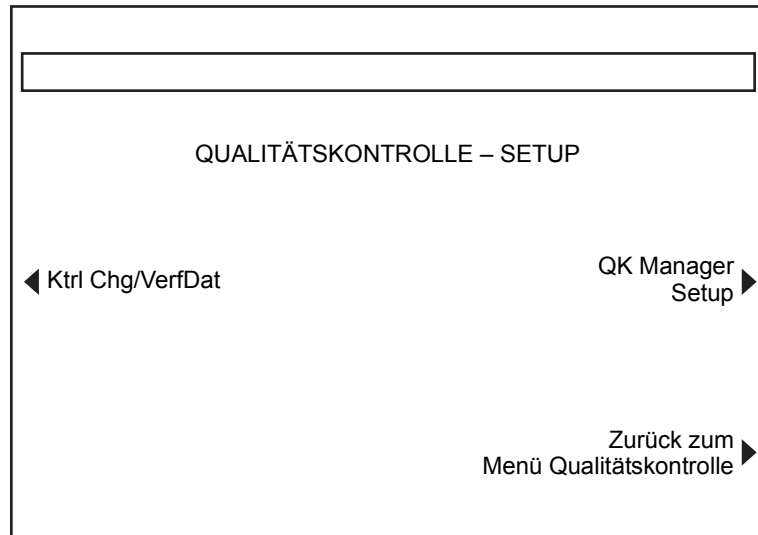

Abbildung 3-18. Bildschirm QUALITÄTSKONTROLLE – SETUP
Der Bildschirm QUALITÄTSKONTROLLE – SETUP wird wie in Abbildung 3-18 dargestellt angezeigt. Dieser Bildschirm kann durch Drücken der Taste **QK-Setup** aus dem Bildschirm MENÜ „QUALITÄTSKONTROLLE (QK)“ heraus aufgerufen werden.